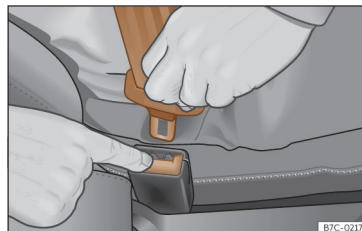

Fig. 38 Relâcher la languette du boîtier de verrouillage la fermeture de la ceinture.
- Appuyez sur la touche rouge du boîtier de verrouillage >>> **fig. 38**. Le pêne sera expulsé du boîtier de verrouillage.